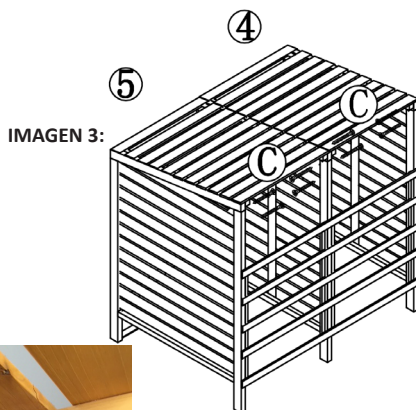

IMAGEN 3A:
3) Coloque el primer panel de la tapa (4) sobre el panel lateral derecho (1) y el panel central (2). Usando 4 tornillos C, apriete en su lugar. Mire la Imagen 3. La tapa está unida a la parte posterior del cobertizo de almacenamiento. Ver imagen 3A. Aquí es donde debe colocar los tornillos. Repita este proceso para el próximo Panel de tapa (5).